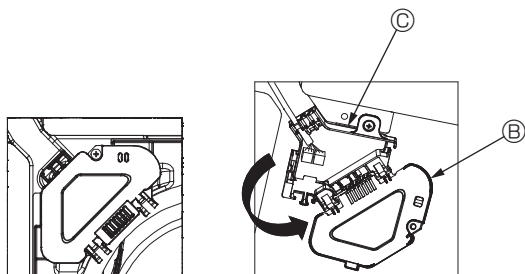

Fig. 7-5
- ③ Fjern den skrue, der holder el-boksens afdækning fast, og åbn afdækningen. (Fig. 7-5)
- ④ Placer tilslutningsledningsstikket i el-boksen.
- ⑤ Monter ledningsafdækningen og el-boksafdækningen.